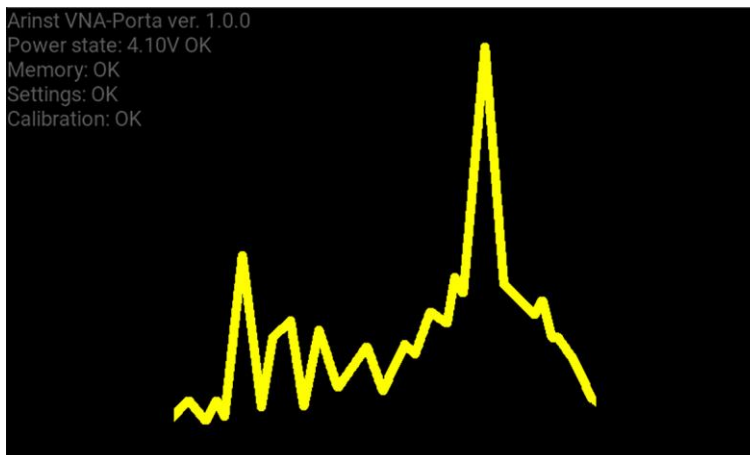

Рисунок 13.1 – Загрузка прибора после включения
13.1. Включите прибор. Во время загрузки прибора коснитесь и удерживайте в течение нескольких секунд изображение графика на экране (Рисунок 13.1).